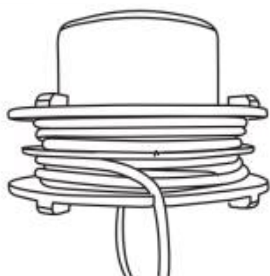

Fig. 67
4. Laat ten slotte ongeveer 200 mm lang over en steek de lijnen in de sleuven om ze op hun plaats te houden. (Afb.67)